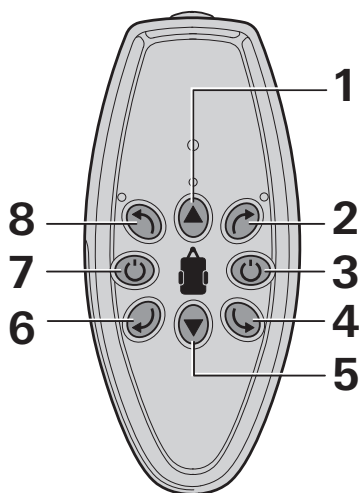
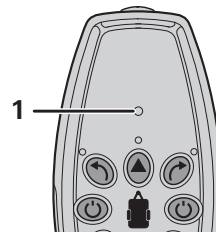

Figura 2
Figura 6
- Pulsar el botón (figura 2 - 7) del mando a distancia hasta que se iluminen los LED (figura 6 - 1).
! El botón de desconexión (figura 2 - 3) del mando a distancia sirve también como «interruptor de paro de urgencia». En caso de anomalías, p. ej. comportamiento sin control del GO2 el botón de desconexión debe pulsarse inmediatamente.
– Mover con los botones de dirección (figura 2 - 1/2/4/5/6/8) la caravana en la dirección deseada.
i Si se pulsan al mismo tiempo los botones de dirección opuestos (figura 2 - 2/6 o 4/8), la caravana girará sobre su propio eje en la dirección correspondiente.
– Durante la conducción (hacia adelante/hacia atrás) la dirección de marcha puede modificarse con los botones de dirección (figura 2 - 2/8 y 4/6).
– Pulsar el botón (figura 2 - 3) del mando a distancia. La iluminación LED se apaga.